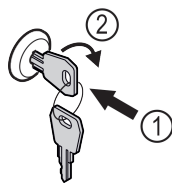

Fig. 128 Primjer izgleda
- ▶ Uvucite ključ Fig. 128 (1).
- ▶ Okrenite ključ za 90° nadesno Fig. 128 (2).